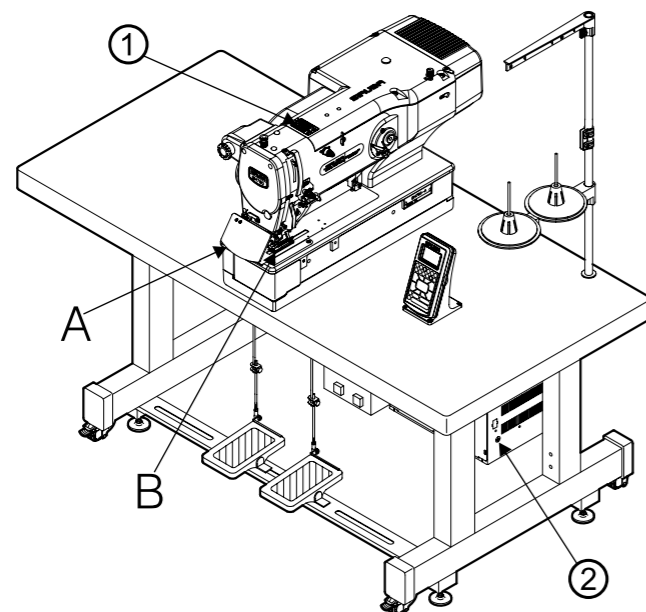

Fig. 2
5. Dispositivo de proteção de segurança (Fig. 2)
- (A) Protetor de dedos
- (B) Óculos de segurança